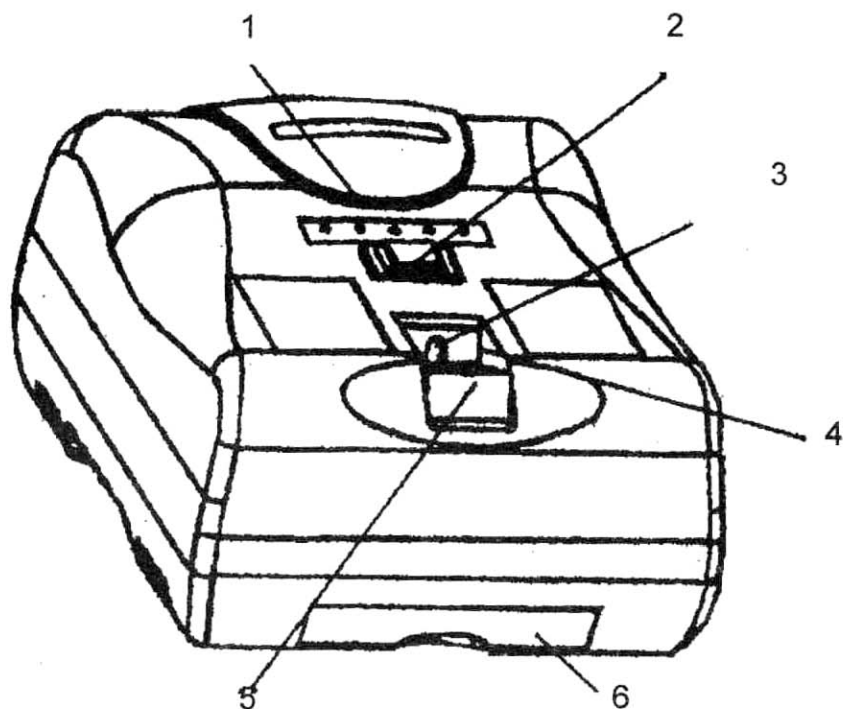

Рис.1 Внешний вид прибора
3. Внешний вид прибора представлен на рис.1.